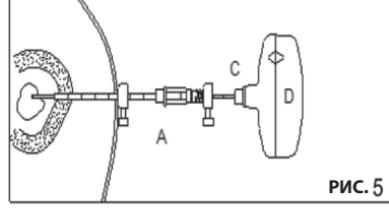

РИС. 5
РИС. 5 Вставьте собранную иглу для биопсии и ручку (C+D) через режущую канюлю (A). Аккуратно поворачивайте иглу для биопсии и ручку (C+D) по часовой стрелке до достижения желаемой глубины биопсии (или пока глубиномер на игле для биопсии (C) не достигнет наконечника Люэра канюле (A)). Затем поверните иглу для биопсии и ручку (C+D) против часовой стрелки и удалите ее. Извлеките ручку для биопсии (D) из иглы для биопсии (C); введите толкающий стержень (E) через иглу для биопсии (C) с люэрсовским концом и извлеките образец.